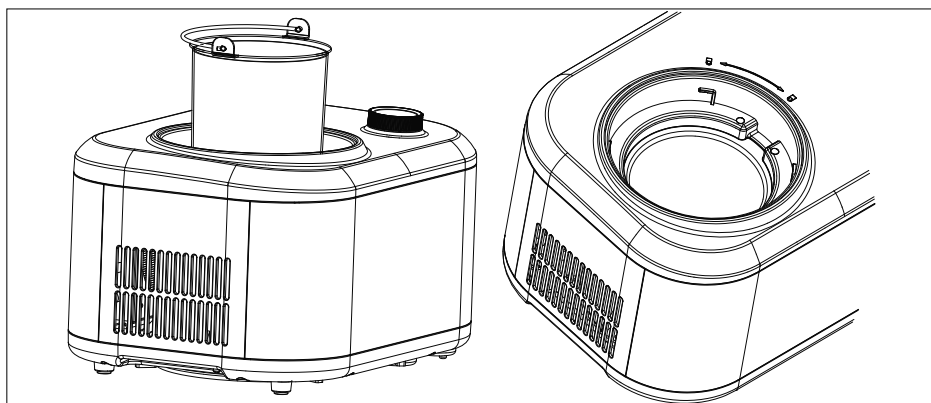

Fig. 4
- ▶ Inserire il contenitore di alluminio nella ciotola di raffreddamento con entrambe le estremità della maniglia del contenitore di alluminio allineate con le scanalature dell'anello superiore della ciotola di raffreddamento (vedere la fig. 4).